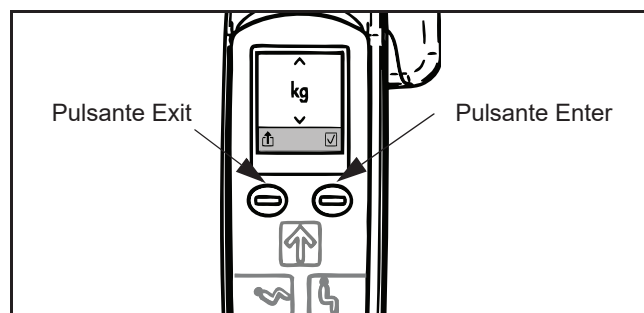

Fig. 64
- 5) Premere il pulsante di salvataggio se il peso netto deve essere memorizzato. Sullo schermo appariranno le barre orizzontali sopra e sotto le cifre, per mostrare che la funzione di salvataggio è stata attivata. Il "Salvataggio" rimane attivo finché il pulsante di salvataggio non viene premuto di nuovo (vedere fig. 64).